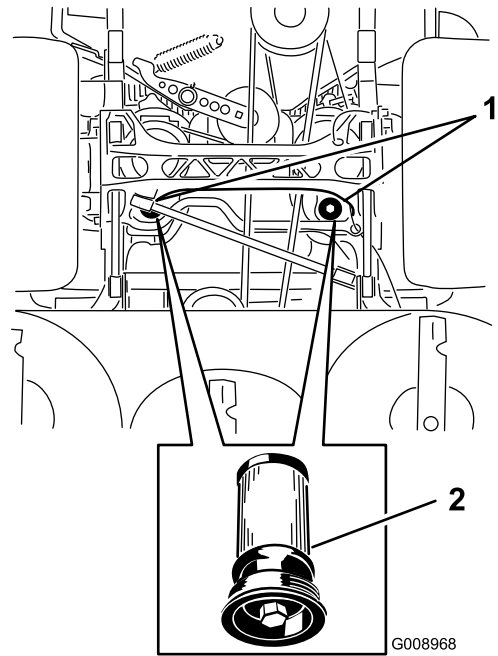

Figura 89
5. Coloque un recipiente debajo del filtro, retire el filtro usado y limpie la superficie (Figura 89).
6. Aplique una capa fina de fluido hidráulico a la junta de goma del filtro nuevo (Figura 89).